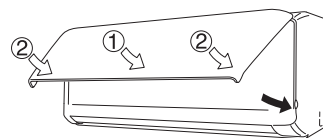

Fig. 3-88
- Al cerrar el panel delantero, empuje primero la parte central del panel delantero y, a continuación, presione las esquinas inferior izquierda y derecha en su sitio hasta que escuche un sonido de clic. (Fig. 3-88)